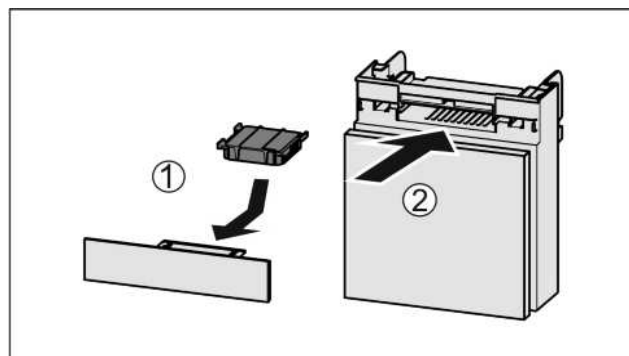

Fig. 37
- Установите фильтр с активированным углем, как показано на рисунке Fig. 37 (1).
- Вставьте отделение Fig. 37 (2).